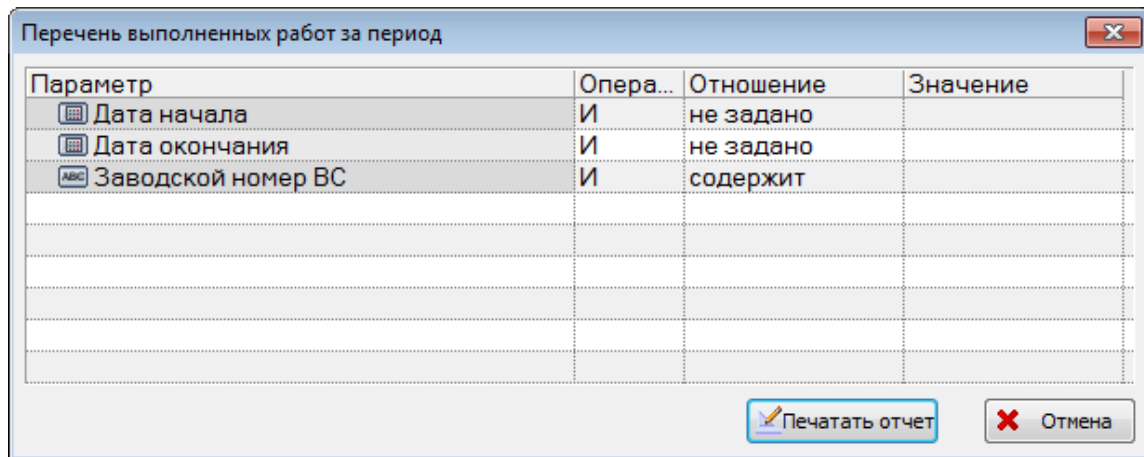

Рис. 27-29 – Окно «Перечень выполненных работ за период»
- 4) Выбрать необходимый пункт из меню, после этого открывается окно задания параметров отчета (рис. 27-29). При нажатии на верхнюю часть кнопки открывается окно для задания параметров отчета. Отчет сформируется в конструкторе отчетов.